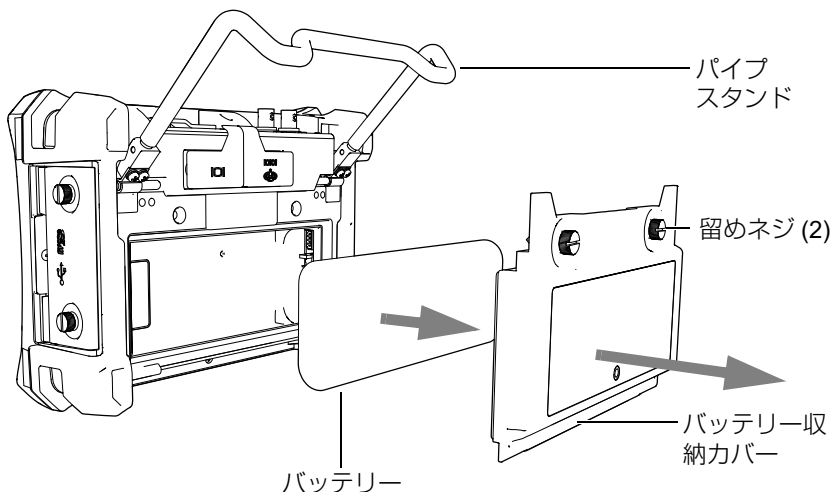

図 12-1 リチウムイオンバッテリーの取外し
2. 探傷器の背面にあるパイプスタンドを完全に開きません（314 ページの図 12-1 参照）。